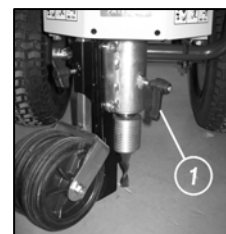

Fig.11
När man vill lägga ner kabeln i långa raksträckor, är det möjligt att låsa den vridbara fenan (fig.11) för att göra maskinen riktningsstabilare. För att låsa fenan räcker det med att dra åt handtaget som sitter på höger sidan av infästningsanordningen (fig.11 nr.1).
- Kontrollera att handtaget (fig.11 nr.1) är löst.